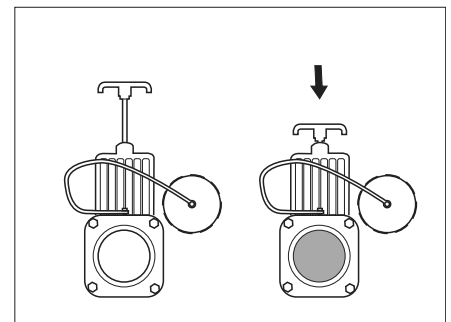

Bild 50 Abwasserschieber (Abb. ähnlich)
- Sicherstellen, dass die Ablassöffnung im Inneren des Frischwassertanks (Bild 46), der Ablasschieber des Abwassertanks (Bild 50) und das Sicherheitsventil des Warmwasserboilers geschlossen sind.